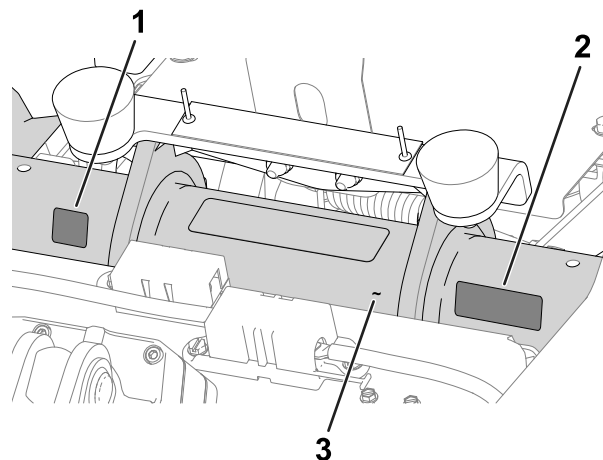

図 11
- **製造年デカル** および **CE マークデカル** 運転席下のフレームチューブシリアル番号プレートの下に貼りつける 図 11を参照。